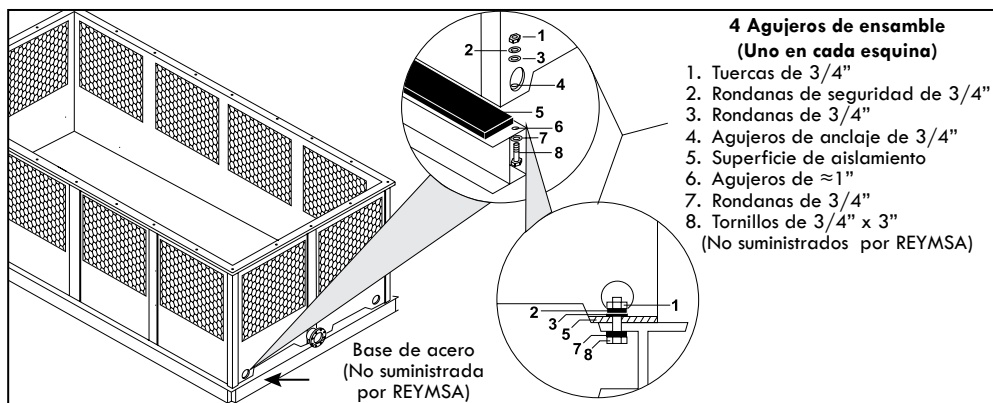

Figura A-15: Anclaje típico de una torre de dos ventiladores
- H. Coloque la sección de la cisterna encima de la superficie de aislamiento que se instaló sobre la base de acero, asegurándose de que los agujeros de anclaje en el fondo de la torre están alineados con las perforaciones de la base. Luego proceda a atornillar y asegurarla con tornillería de acero inoxidable (NO suministrada por REYMSA, ver Figura A-15).